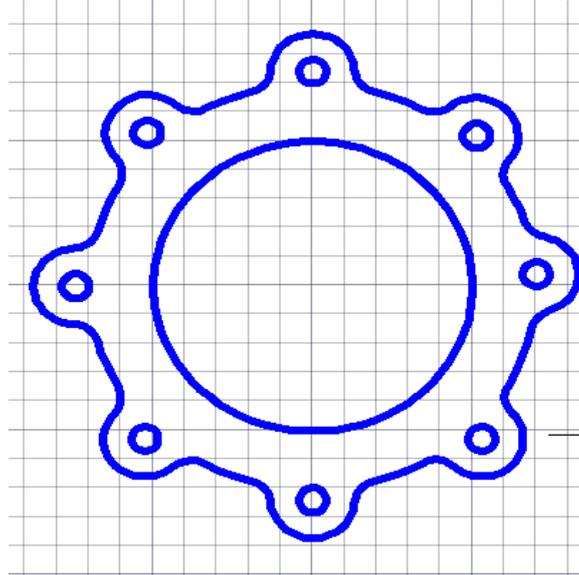

Рис.15. Отображение линий в соответствии с весами
13. Отображение веса линий должно быть активировано (Рис.15).